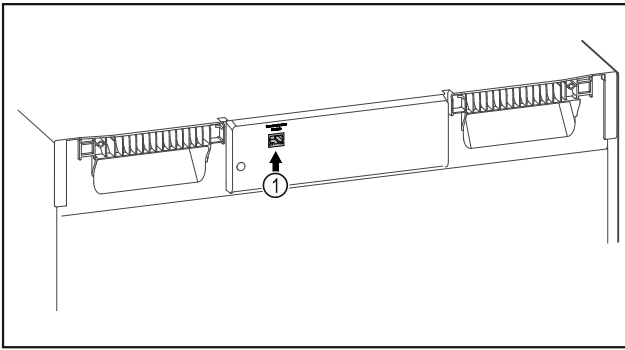

Fig. 142
- SmartModule Fig. 142 (1) je nasadený.